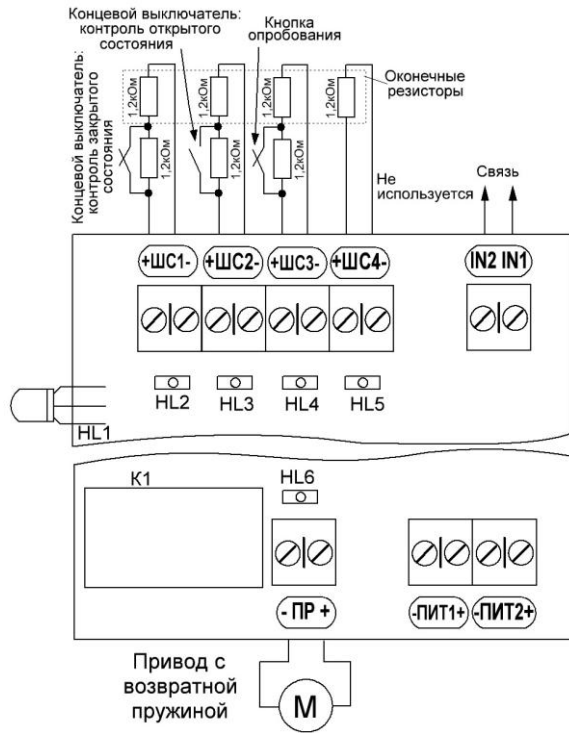

Рис.5 - Схема подключения БКК в режиме 2
**Параметры режима:** Привод с номинальным напряжением управления 24 В и током не более 3 А. Время контроля состояния исполнительных элементов по умолчанию: открытие – 25 сек от момента подачи управляющего сигнала, закрытие – 160 секунд. Для инверсного варианта управления – наоборот (открытие 160 сек, закрытие 25 сек). Схема подключения привода к БКК показана на рис.5.